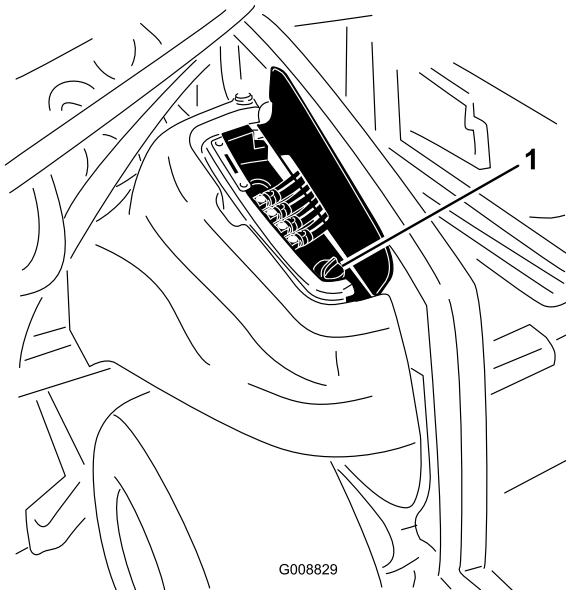

Bild 82
2. Heben Sie rechts an der Maschine die Abdeckung an, um den Hydraulikbehälterdeckel frei zu legen (Bild 82).
3. Reinigen Sie den Bereich um den Einfüllstutzen und den Deckel des Hydraulikölbehälters (Bild 82). Drehen Sie den Deckel vom Einfüllstutzen ab.